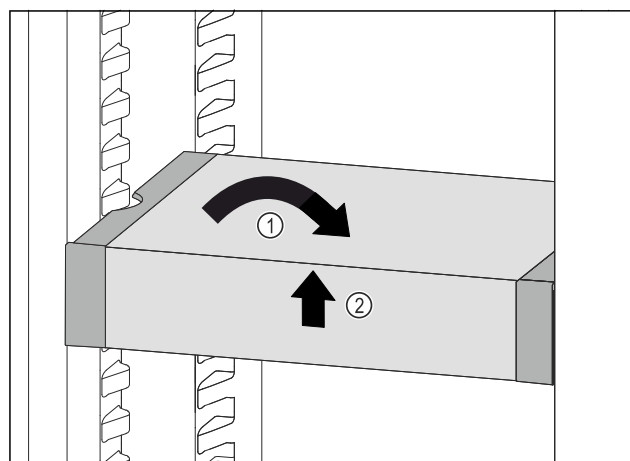

Fig. 168
- Placer VarioSafe lige. Fig. 168 (1)
- Løft VarioSafe op foran. Fig. 168 (2)